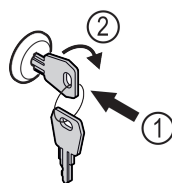

Fig. 105
- ▶ Introducir la llave Fig. 105 (1).
- ▶ Girar la llave 90° en sentido horario Fig. 105 (2).